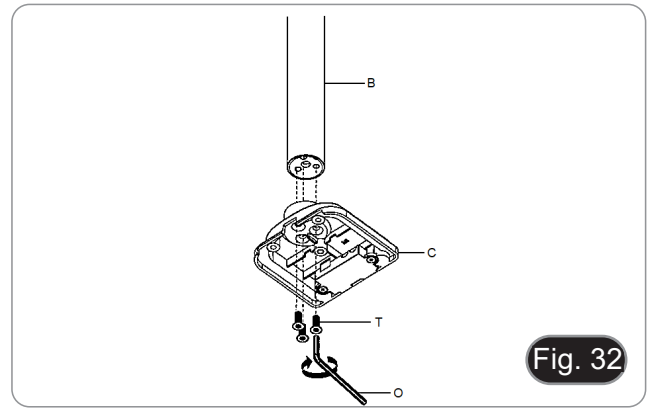

Fig. 32
1. Befestigen Sie die Stütze (B) mit den drei Schrauben (T) an der Tischklemme (C). (Fig. 32)